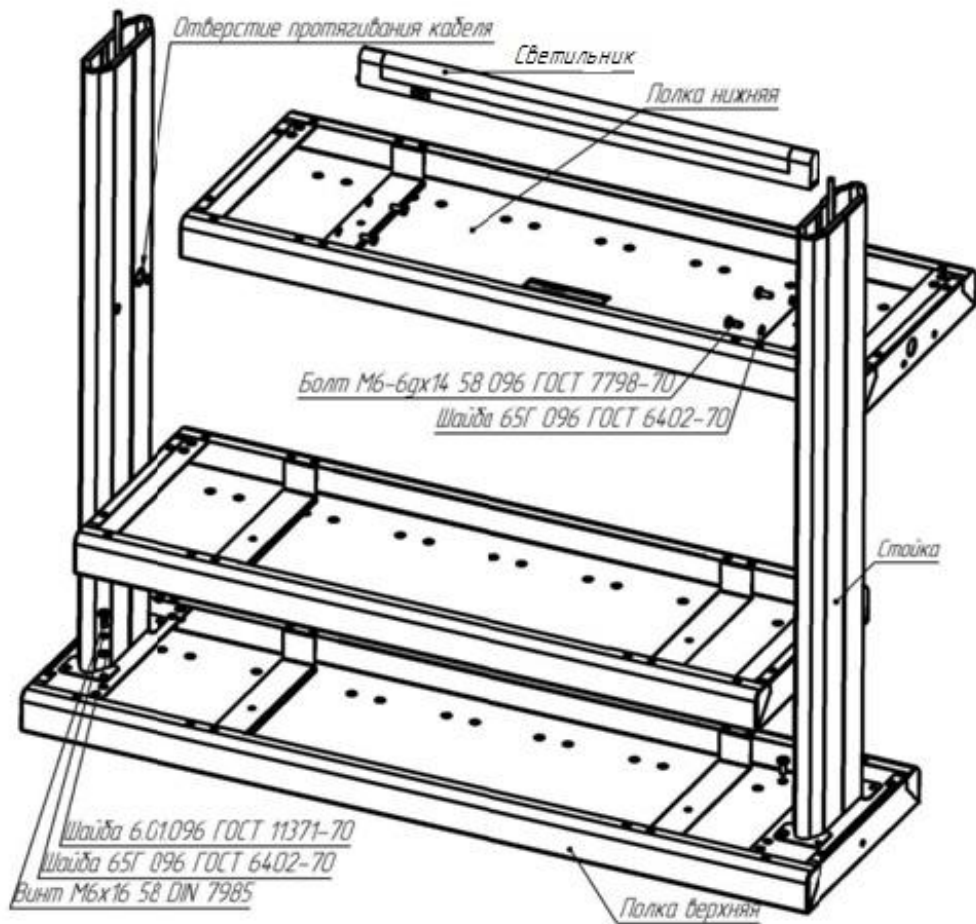

рис. 5.1
- Установить нижнюю и среднюю полки между стойками и закрепить болтами М6х16 (см. рис. 5.1);